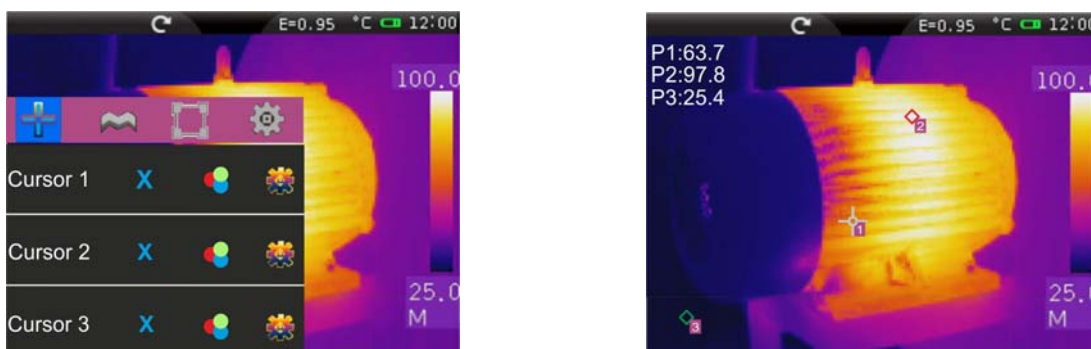

Fig. 21: Configuración cursores de medida
3. En modo Manual el cursor asume la forma “” con identificador “1”, “2” o “3” y la etiqueta “P1”, “P2” o “P3” al lado del valor de temperatura asociado aparece en la parte superior izquierda de la pantalla. El cursor asume color rojo cuando se selecciona y puede ser desplazado sobre la imagen mientras que es de color blanco cuando se fija sobre la imagen (vea la Fig. 21)